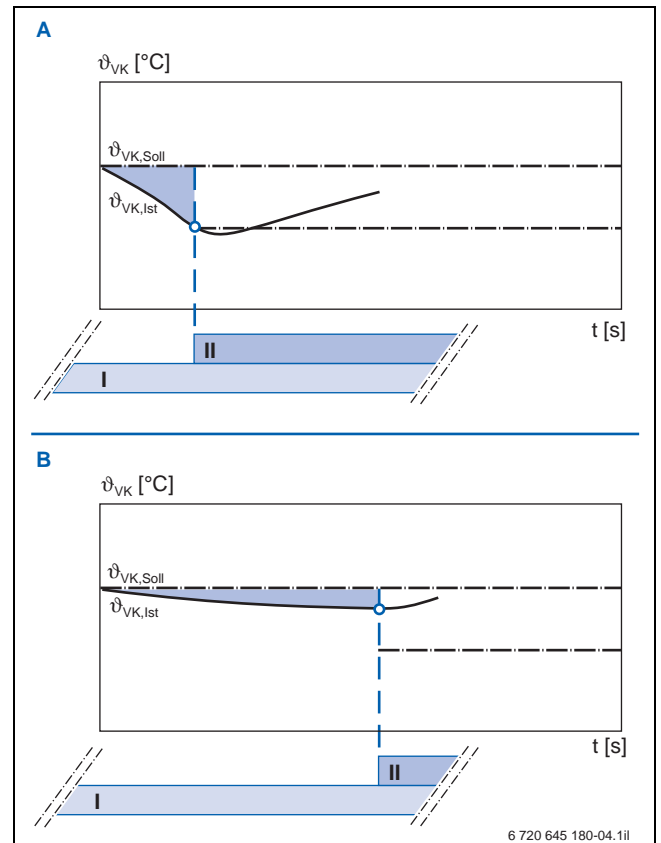

Bild 4 Funktionsprinzip der dynamischen Schaltdifferenz bei unterschiedlichen Regelabweichungen
- **Zweitens** prüft das Regelsystem ständig die Differenz zwischen der Kesselvorlauf-Solltemperatur und der Kesselvorlauf-Isttemperatur. Daraus berechnet das Regelgerät die Summe der Regelabweichung über ein bestimmtes Zeitintervall (Integral). Sollte der berechnete Wert einen fest eingestellten Grenzwert überschreiten, wird der Brenner ein- bzw. ausgeschaltet, auch wenn die fest vorgegebene Schaltschwelle noch nicht erreicht wurde (\rightarrow Bild 4).